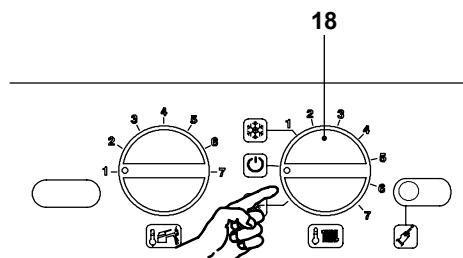

Figura 9.25
- Per uscire dalla programmazione posizionare il selettore 18 come indicato in Figura 9.25.